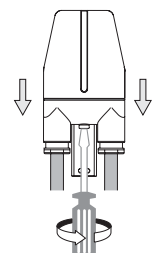

Abb. 8
• "Fixieren Sie die Kappe, indem Sie die unverlierbare Schraube am unteren Teil der Grundplatte anziehen. Ziehen Sie die Schraube an, bis die Kappe gegen die Dichtung drückt. Auf diese Weise wird der hermetische Verschluss gesichert (Abb. 8).